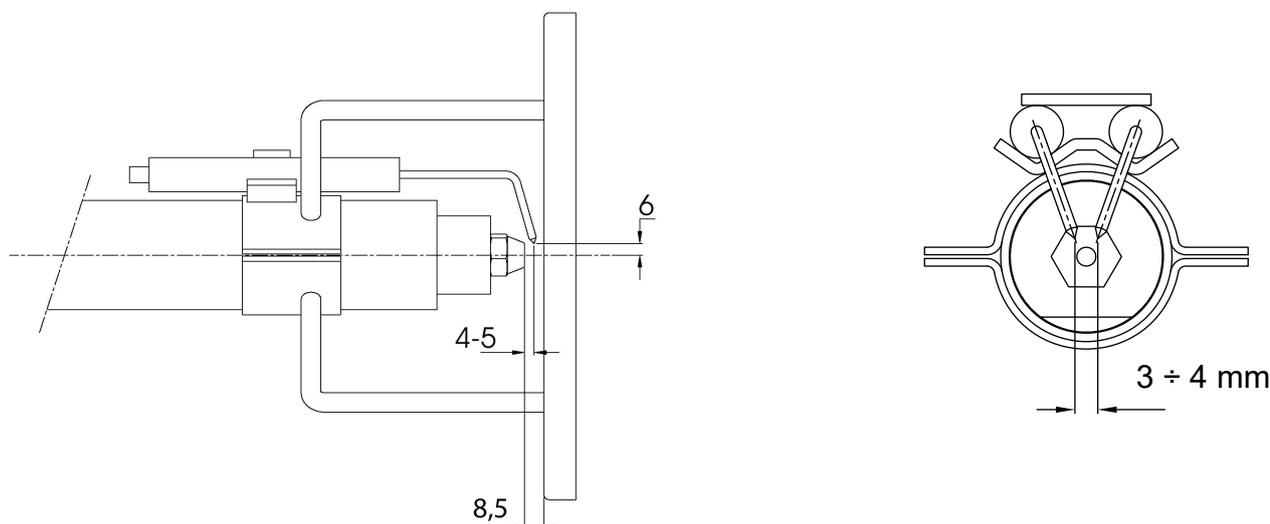

Fig. 21
- smontaggio esame e pulizia testa di combustione (vedere "Estrazione della testa di combustione" a pagina 32), nel successivo rimontaggio rispettare scrupolosamente le misure riportate in Fig. 21;
- esame elettrodi di accensione e relativi isolatori in ceramica, pulizia, eventuale registrazione e, se necessario, sostituzione Fig. 21;
Al fine di garantire una buona accensione è necessario che siano rispettate le misure indicate in Fig. 21.
- 5 estrarre gli elettrodi e sostituirli facendo riferimento alle quote riportate in Fig. 21.